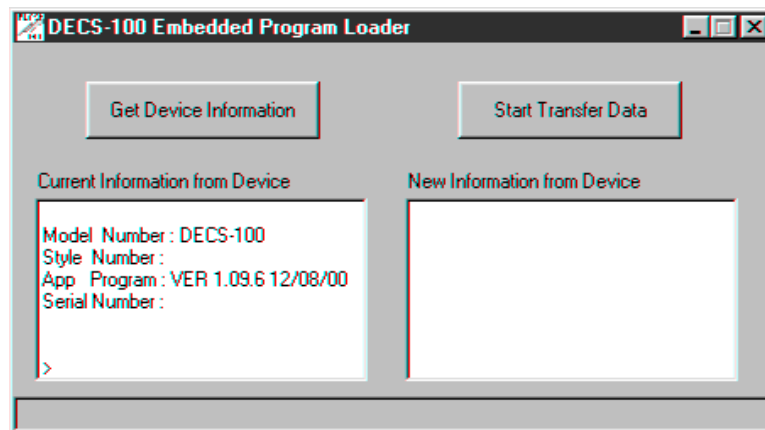

Abbildung 5-23. Abgerufene DECS-100 Informationen
4. Klicken Sie die Schaltfläche **Get Device Information** (Geräteinformationen abrufen). Das DECS-100 Ladeprogramm für integrierte Software ruft die DECS-100 Modellnummer, Bauartnummer, Seriennummer und Anwendungsprogrammversionsnummer ab und zeigt diese in der linken Spalte an (Abbildung 5-23).